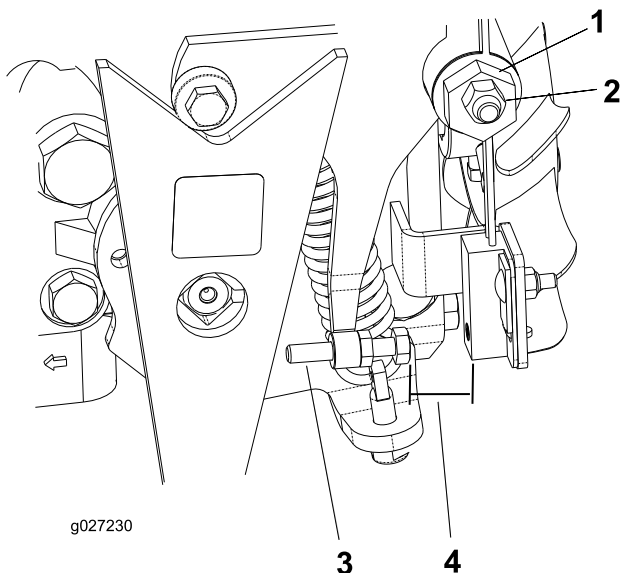

図 36
4. トラクション調整カムのロックナットをゆるめる (図 36)。
5. エンジンを始動し、カム 図 36 を左右に回してニュートラル位置の中心に合わせる。
3. ねじを回して、すき間を 0.8-2.3 mm に調整する 図 36。